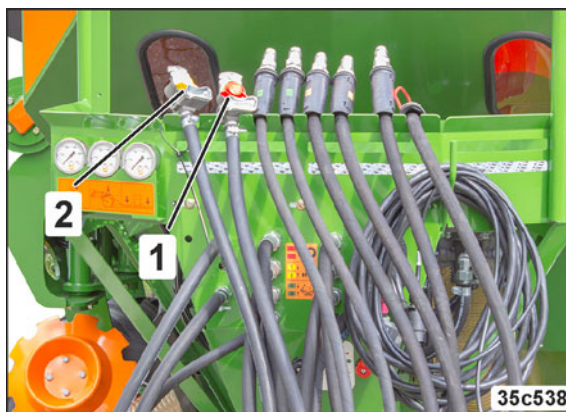

Рис. 131
- питающей магистрали (Рис. 131/1) с соединительной головкой (красного цвета);
- тормозная магистраль (Рис. 131/2) с соединительной головкой (жёлтого цвета).